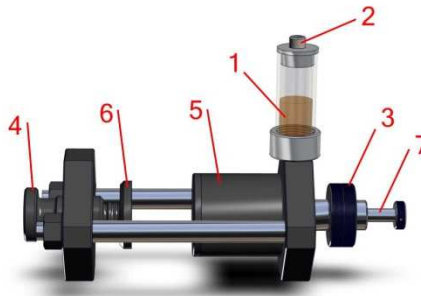

Figura 5.5.1
1. Toda la tuerca de montaje de accesorios (Figura 5.5.1, Ítem 3) del bastidor de soporte del Dispositivo de Alta Resistencia.
2. Suavemente deslice the Dispositivo de Alta Resistencia sobre el Brazo Movable Porta mordaza (Figura 7.3, Ítem 12) de la Máquina Universal de Ensayos. Reemplace la tuerca de montaje (Figura 5.5.1, Ítem 3) y apriete a mano para asegurar el accesorio sobre el Brazo Movable Porta mordaza de la Máquina Universal de Ensayos (vea la Figura 5.5.2).
La mordaza de compresión verde (Figura 5.1.1, Ítem 3) debe ser instalado en el soporte Estacionario de Mordaza de la Máquina Universal de Ensayos. La mordaza de compresión verde proporcionará una superficie plana para el extremo la barra de deslizamiento (Figura 5.5.1, Ítem 7) to Presione against during a prueba de compresión.
3. Estiré la barra de deslizamiento (Figura 5.5.1, Ítem 7) hacia la abrazadera de compresión localizada en la mordaza estacionaria del Equipo Univweaal de Ensayos. Estire la barra de deslizamiento hasta su posición completamente extendida.
4. Suavemente mantenga en su lugar probeta de arena 2" x 2" (50mm x 50mm) entre la mordaza mouible (Figura 5.5.1, Ítem 5) y la mordaza estacionaría (Figura 5.5.1 Ítem 6) del Dispositive de Alta Resistencia. Usan da la tuerca de ajuste de Mordaza para ajuste lentamente la probeta de Arena entre la Mordaza Movable y la Mordaza estacionaria hasta asegurar la probeta entre ambas mordazas. Apriete la Tuerca de ajuste de Mordaza justo lo suficiente para asegurar la probeta de arena en su lugar, no sobre apriete la tuerca. Lo suficiente para asegurar la probeta de arena en su lugar, no sobre apriete la tuerca.
2. Con el Dispositivo de Alta Resistencia montado sobre la Máquina Universal de Ensayos en posición vertical, quite la tapa del respiradero (Figura 5.5.1, Ítem 2).
3. A mano, rápidamente mueva la barra de deslizamiento (Figura 5.5.1, Ítem 7) hacia adentro y hacia afuera mientras observa que no haya ninguna burbuja que escape por el depósito de aceite (Figura 5.5.1, Ítem 1). Una vez que todas las burbujas de aire hayan pasado por el depósito de aceite, repita este proceso. Continúe este proceso hasta que no haya burbujas de aire visibles levantándose por el aceite dentro del depósito.
(Vea la Figura 5.5.1 para la Descripción del Artículo)